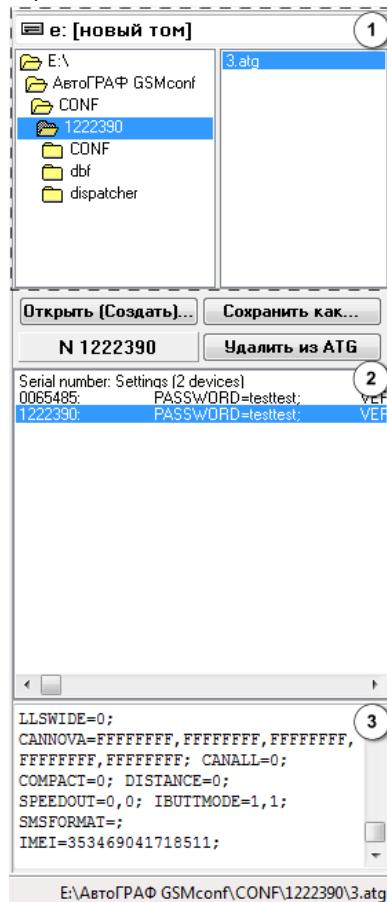

Рис.5 – ATG браузер.
- В верхней части браузера (рис.5Ошибка! **Неверная ссылка закладки.**, поле 1) выберите нужный файл с настройками. Дважды нажмите на файл левой кнопкой мыши, файл откроется. Вы также можете открыть ATG файл, нажав кнопку “**Открыть (создать)**” и выбрав в появившемся окне нужный файл.